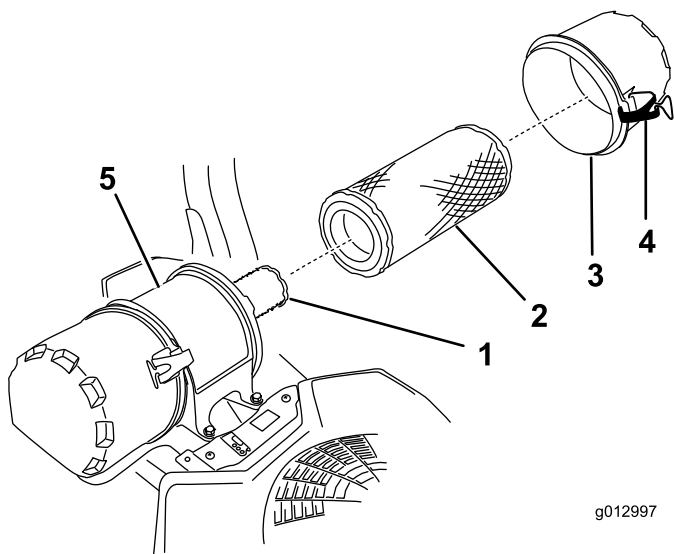

Figure 57
6. Abra los cierres del limpiador de aire y tire de la tapa de la entrada de aire para separarla del cuerpo del limpiador de aire (Figure 57).
8. Extraiga con cuidado el filtro primario de la carcasa del limpiador de aire (Figure 57).
2. Si va a cambiar el filtro de seguridad, deslícelo cuidadosamente en el cuerpo del filtro (Figure 57).
3. Deslice cuidadosamente el filtro primario por encima del filtro de seguridad (Figure 57).
4. Instale la tapa del limpiador de aire y fije los cierres (Figure 57).